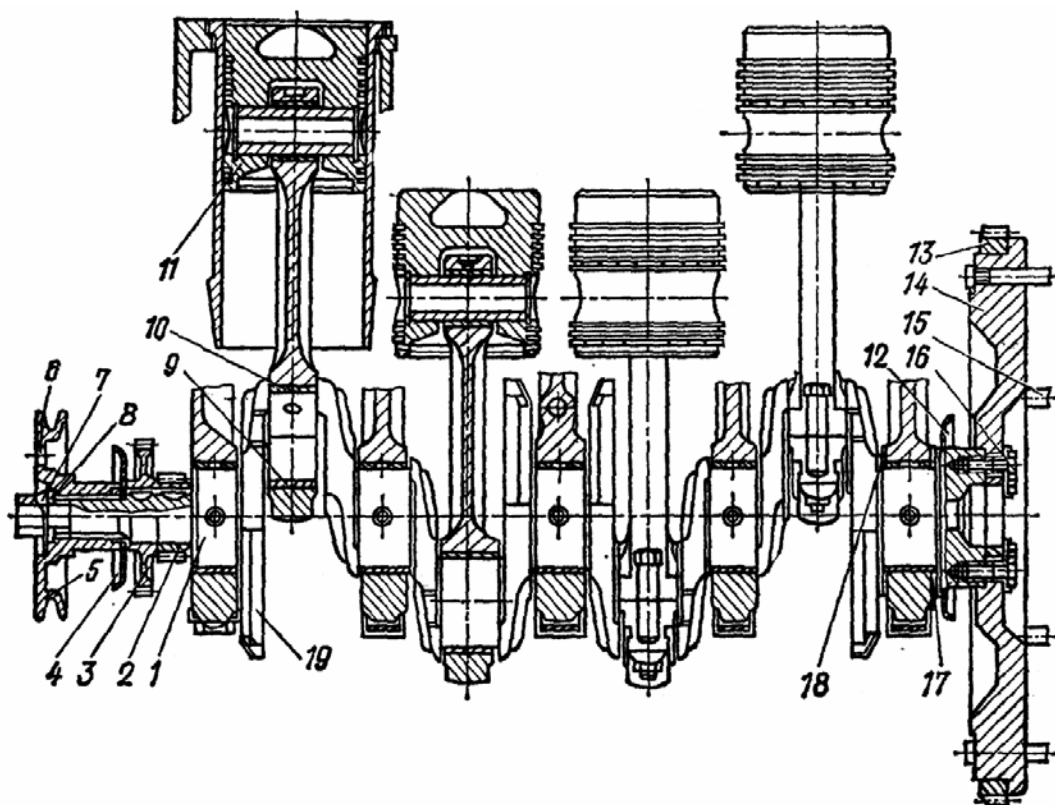

Рис. 1.11. Кривошипно-шатунный механизм двигателя Д-240:
3. Изучите устройство поршня 11 (рис. 1.11). Следует знать, что зазор между юбкой поршня и гильзой цилиндра холодного двигателя - $0,18...0,22$ мм.